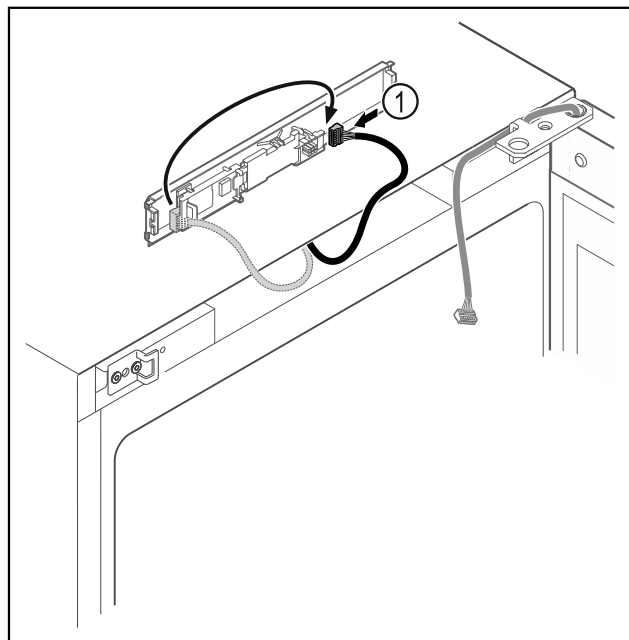

Fig. 17
- ▶ Переставити штекер Fig. 17 (1) на плиті.